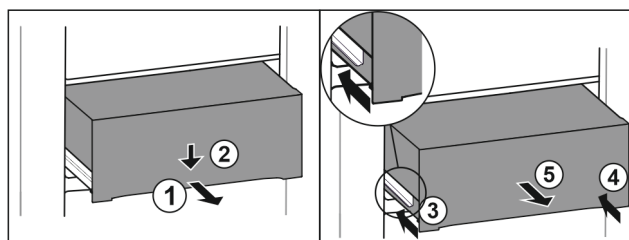

Fig. 144
- ▶ Extrageți pe jumătate sertarul. Fig. 144 (1)
- ▶ Apăsăți în jos sertarul pe partea frontală. Fig. 144 (2)
- ▶ Inșerați șina stângă aproximativ 2 cm. Fig. 144 (3)
- ▶ Inșerați șina dreaptă aproximativ 2 cm. Fig. 144 (4)
- ▶ Extrageți sertarul spre înainte. Fig. 144 (5)